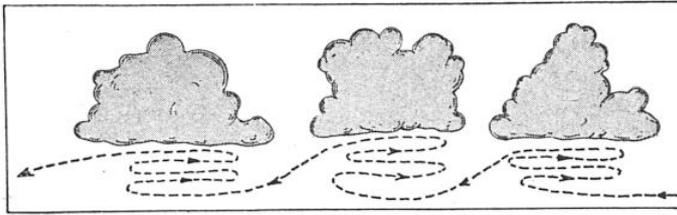

FIG. 6. — SOUS LES CUMULUS, LE PLANEUR VOLE EN SPIRALE ET PREND DE LA HAUTEUR
*Il est l'aboutissement d'une colonne ascendante d'air chaud et humide. Ce courant est utilisé comme l'indique la fig. 6.*
Les courants ascendants d'air chaud et humide sont semblables aux courants en air sec dont ils diffèrent par la formation, à leur sommet, d'un cumulus ou d'un cumulonimbus. Pour que ces nuages naissent, il suffit que le mouvement des masses d'air se poursuive assez haut et qu'elles contiennent l'humidité nécessaire (fig. 6 et 7).